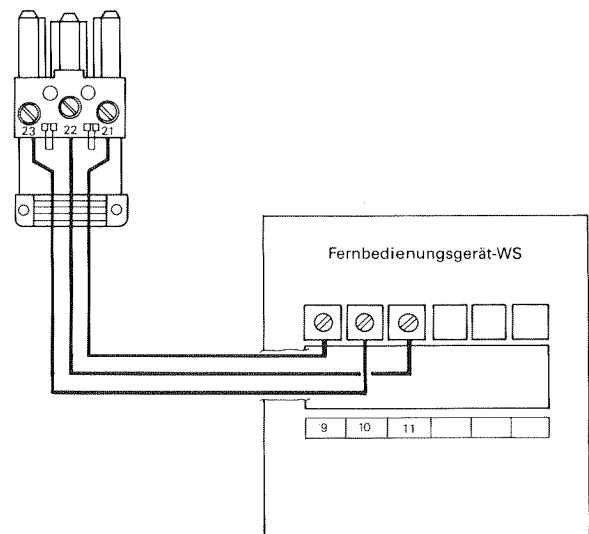

Abb. 3.16
1. Anschlußleitung vom Fernbedienungsgerätes in Steckverbinder [58] entsprechend Abb. 3.16 anschließen.